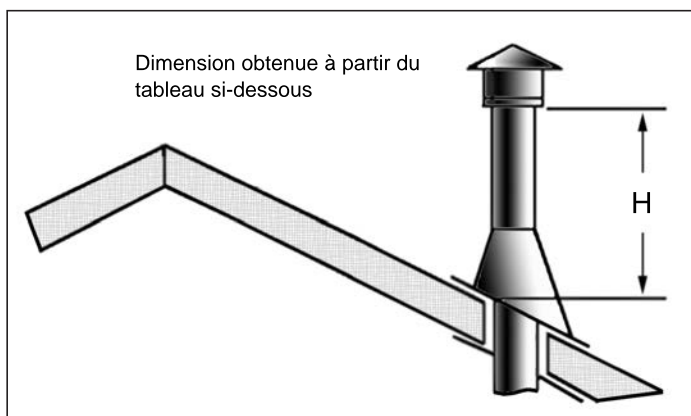

Figure 29: Hauteur du Terminaison Vertical;
- Étape 8.** Continuer à ajouter des sections de tube jusqu'à ce que la hauteur de le bouchon de dégazage correspond aux exigences minimales. Référez à la Figure 29 et le tableau 7. Notez que pour des pente de toit forte, la hauteur d'aération doit être augmenté. Dans des conditions de grand vent, les arbres à proximité, jouxtant la ligne de toiture, des toits escarpés, et d'autres facteurs similaires peut entraîner un mauvais projet, ou vers le bas la rédaction. Dans ces cas, l'augmentation de la hauteur de l'évent peut résoudre le problème.
Table 7: Minimum 'H' for Figure 29.